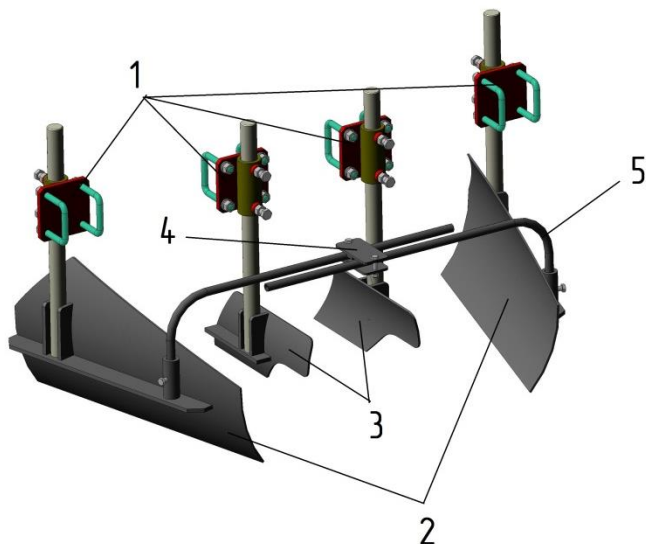

Рисунок 10 – Отвалы
3.9 Большой и малый отвалы (рисунок 10) предназначены для подготовки грунта под грядку и состоят из самих отвалов 2 и 3, кронштейнов 1 для их крепления на передний брус рамы и замка 4 с трубами 5 для фиксации и регулировки больших отвалов. Положение отвалов регулируется перемещением стоек отвалов в кронштейнах и перемещением кронштейнов по брусу.